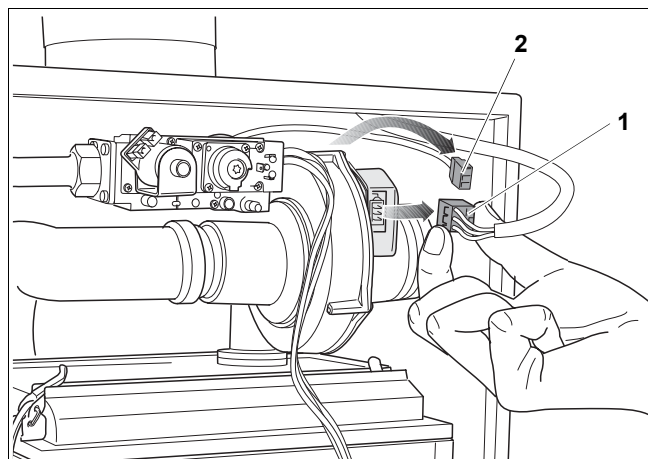

Fig. 112 Desfaceți ștecherule de la suflantă
- Scoateți ștecherul racordului la rețea (Fig. 112, **Poz. 1**) de la suflantă.
- Scoateți ștecherul cablului tahometric (Fig. 112, **Poz. 2**) de la suflantă. Pentru aceasta desfaceți blocajul ștecherului prin apăsare.